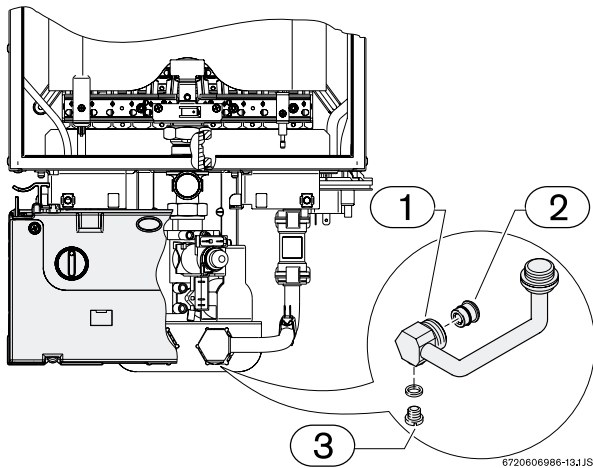

Fig. 14 Vite di scarico e filtro acqua
- ▶ Smontare il tubo di ingresso dell'acqua fredda (Fig. 14, pos. 1).
- ▶ Pulire il filtro dell'acqua (Fig. 14, pos. 2).
- ▶ Svitare ed asportare la vite di scarico (Fig. 14, pos. 3) situata nel tubo d'ingresso dell'acqua fredda.